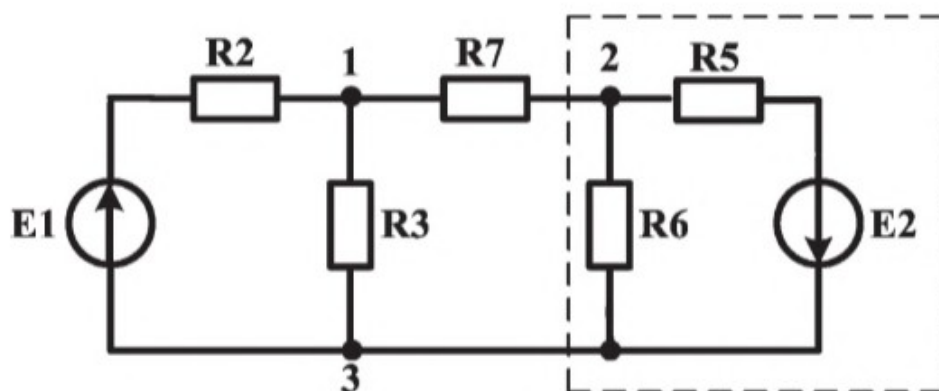

Рис. 8
2. Собрать цепь по схеме рис. 8.
4.1. исключить из цепи рис. 8 источник  $E_2$  (отключить источник  $E_2$  от схемы и закоротить гнезда в схеме, куда он был подключен);
4.3. подключить к цепи рис. 8 источник  $E_2$ , исключив из неё источник  $E_1$  (отключить источник  $E_1$  от схемы и закоротить гнезда в схеме, куда он был подключен);
6. Определить параметры источника напряжения, эквивалентного участку цепи рис. 8, выделенному пунктирной рамкой. Для этого:
1. Используя результаты измерений в п.3 и п.4 экспериментальной части, на основании закона Ома вычислить токи  $I_2, I_3, I_5, I_6, I_7$ , протекающие через резисторы  $R_2, R_3, R_5, R_6, R_7$ , для трёх схем при различных подключениях источников в цепи рис. 8 (все три схемы привести в отчете) и указать их положительные направления. Результаты записать в табл. 5.